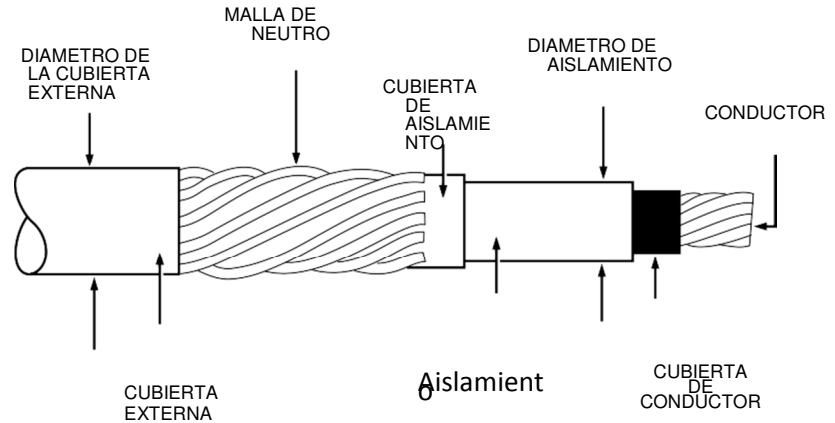

Figura 3. La ilustración muestra una construcción típica de un cable subterráneo de media tensión.
PASO 1: Determinar el diámetro del cable del aislamiento externo como se muestra en la figura 3 (incluyendo tolerancias) del cable del fabricante. Después identificar el código del calibre del cable en la Tabla 3 que muestre el mínimo y máximo diámetro de aislamiento. Seleccionar el código del calibre del cable de la columna derecha.